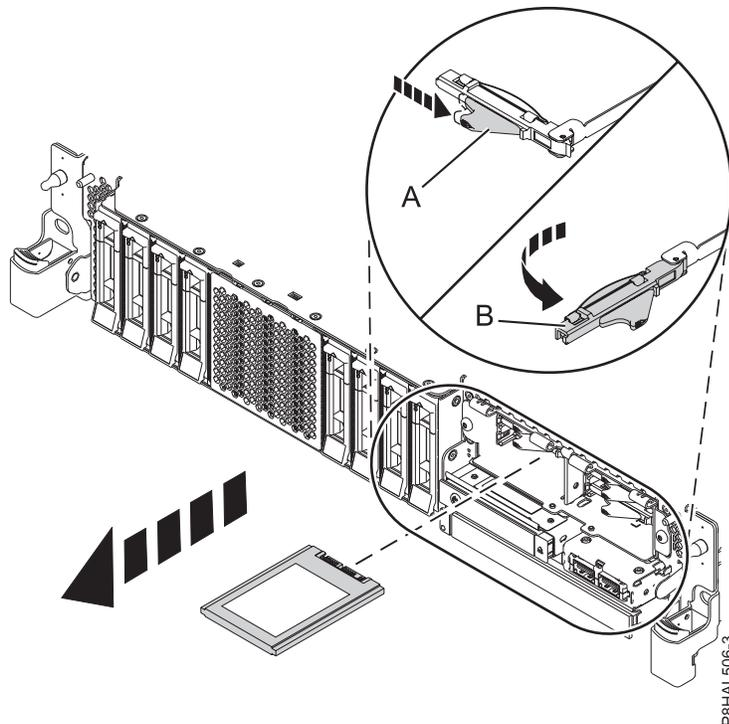

Abbildung 77. Solid-State-Laufwerk in einem System mit erweiterten Funktionen ausbauen
15. Wenn die Kennzeichnungs-LED leuchtet, ohne zu blinken, entriegeln Sie den Griff des Laufwerks (B), indem Sie die Verriegelung (A) in die gezeigte Richtung schieben und den Griff des Laufwerks (B) zu sich hin nach außen ziehen. Siehe Abb. 77 auf Seite 85. Wird der Griff nicht ganz nach außen gezogen, lässt sich das Solid-State-Laufwerk nicht aus dem System schieben.